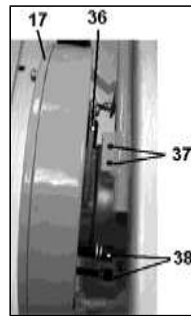

Рис. 10
9.2.5. Выкрутите два болта (38), установите и закрепите болтами (38) ручку плиткореза (12), Рис.10,11.
9.2.6. В двух резьбовых отверстиях (37) установите и закрепите кронштейн (10). Винтом фиксации (11) соедините тягу (36) и кронштейн (10), Рис.10,11.